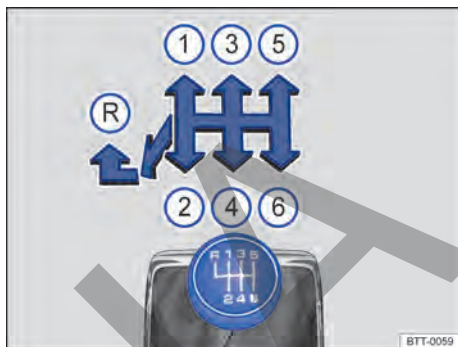

Fig. 106 Esquema de las marchas de un cambio manual de 6 marchas.
- Mueva la palanca de cambios completamente hacia la izquierda y después hacia delante para situarla en la posición de la marcha atrás → fig. 106 **(R)**.